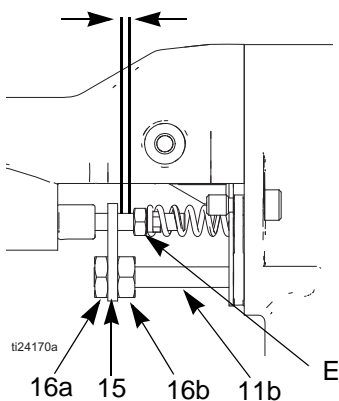

FIG. 23. Regulacja ramienia siłownika
2. Zdjąć osłonkę powietrzną, strona 28. Wymontować osłonę pistoletu (26).
3. Zdjąć przeciwnakrętkę (16), ramię siłownika (15) oraz nakrętkę regulacji (16). Patrz FIGURE 23.
Patrz FIGURE 23.
4. Zdjąć nakrętkę regulacyjną (16a) do ramienia siłownika (15). Patrz FIGURE 23.